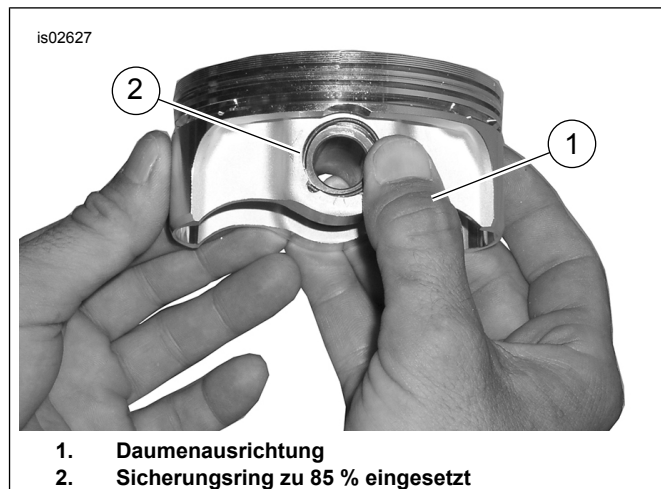

Abbildung 4. Sicherungsring anbringen
2. Siehe Abbildung 4 >. Den Daumen (1) wie dargestellt platzieren. Fest andrücken, bis ca. 85 % des Sicherungsring (2) in der Nut sitzen.